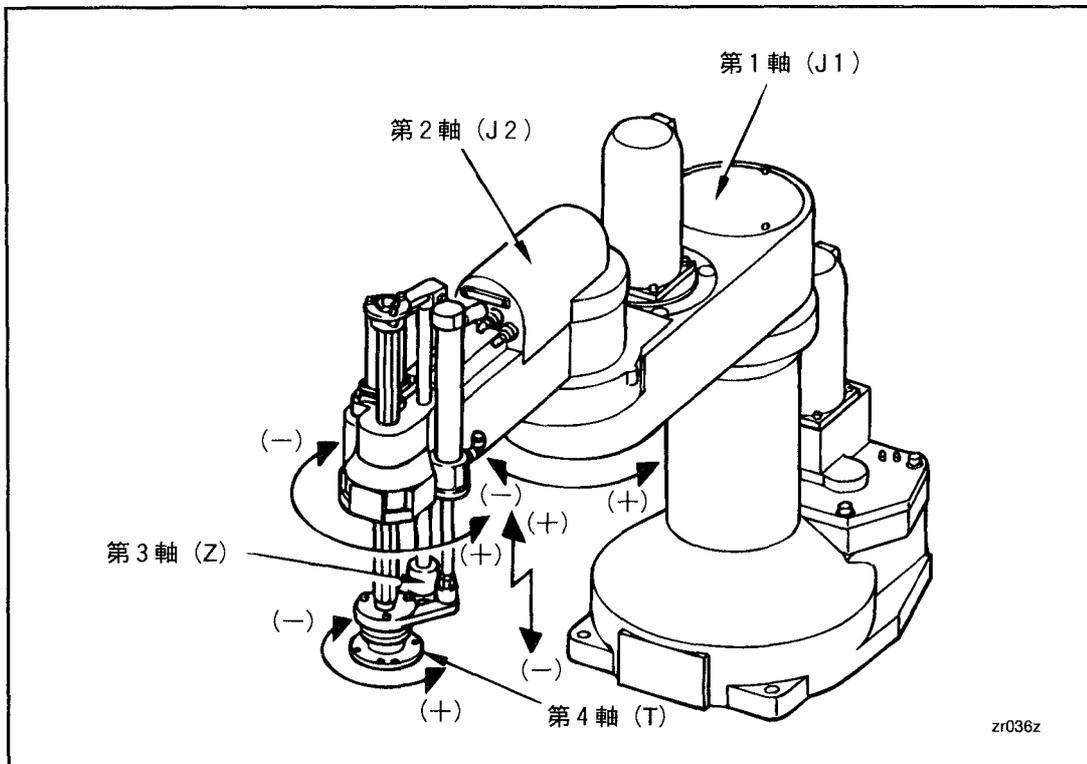

図1-2 ロボット本体各部の名称
1.2 ロボット本体各部の名称 ロボットの本体の各部の名称と作動方向を図1-2に示します。